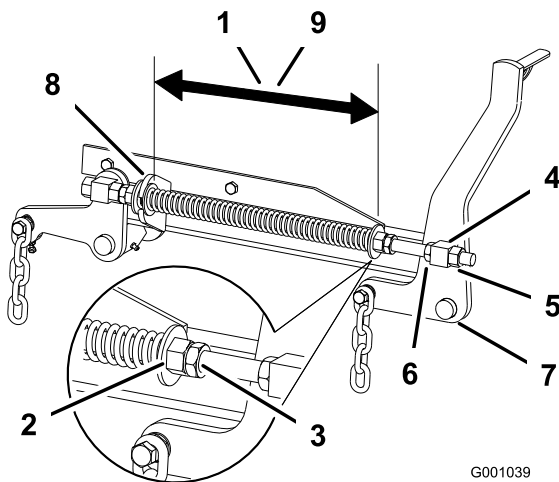

Figura 83
2. Verifique a distância entre as duas anilhas grandes; deve ser 28,2 cm para plataformas de cortador de 132 cm e 26,7 cm para plataformas de cortador de 152 cm (Figura 83).
3. Ajuste esta distância desapertando a porca de segurança da mola e rodando a porca em frente de cada mola (Figura 83). Rodar a porca no sentido dos ponteiros do relógio encurta a mola; no sentido contrário ao dos ponteiros do relógio estica a mola.
4. Bloqueie a porca na posição apertando a porca de segurança da mola (Figura 83).